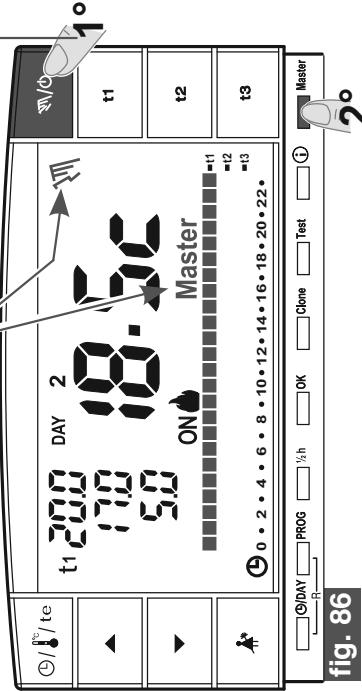

fig. 86
- Sul cronotermostato MASTER mantenere premuto il tasto "Θ/Φ" (circa 4 sec) per entrare in funzionamento manuale permanente; il simbolo "Θ" diventa fisso (vedere dettagli al paragrafo 7.1/B) (esempio in fig. 86).